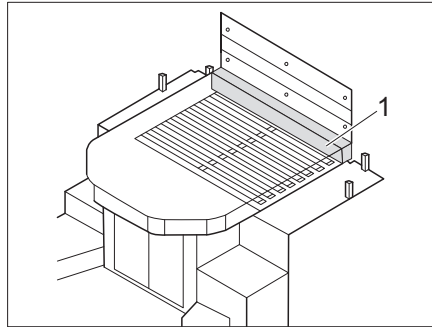

Fig. 174 Prolunga del letto - Variante 1
- Collocare il materasso aggiuntivo (Fig. 174,1) sulla testata del letto centrale.